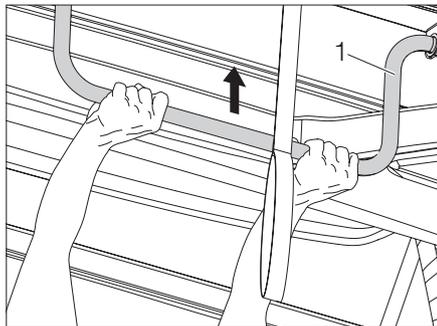

Fig. 35 Sollevamento del tetto sollevabile
- ▶ Spingere in alto il tetto sollevabile sulla staffa (Fig. 35,1).